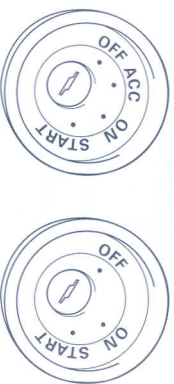

Fig. 1
- Si cette unité est installée dans un véhicule dont le connecteur d'allumage n'a pas de position ACC (accessoire), le fil rouge de l'unité doit être connecté à une borne complète aux opérations de marche/arrêt du contacteur d'allumage. Sinon, la batterie du véhicule peut se décharger lorsque le véhicule n'est pas utilisé pendant plusieurs heures. (Fig. 1)